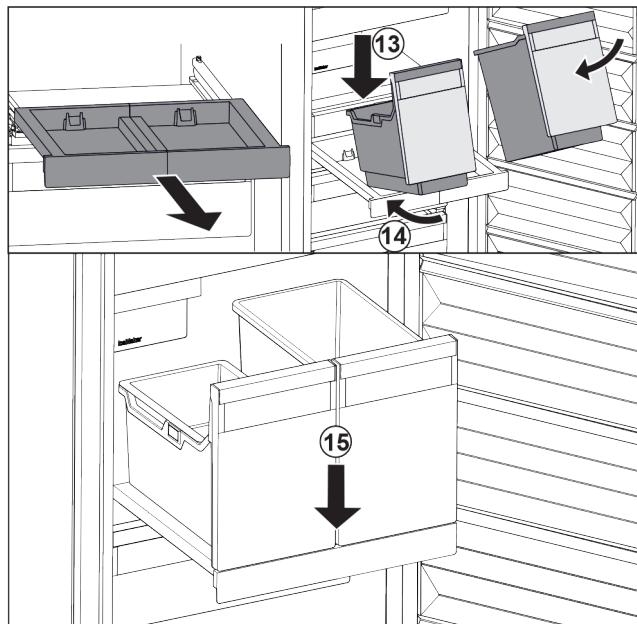

Fig. 106
- Așezați recipientele oblic pe raftul extractabil. Fig. 106 (13)
- Inserați recipientul oblic spre partea posterioară. Fig. 106 (14)
- Depuneți recipientul în față. Fig. 106 (15)